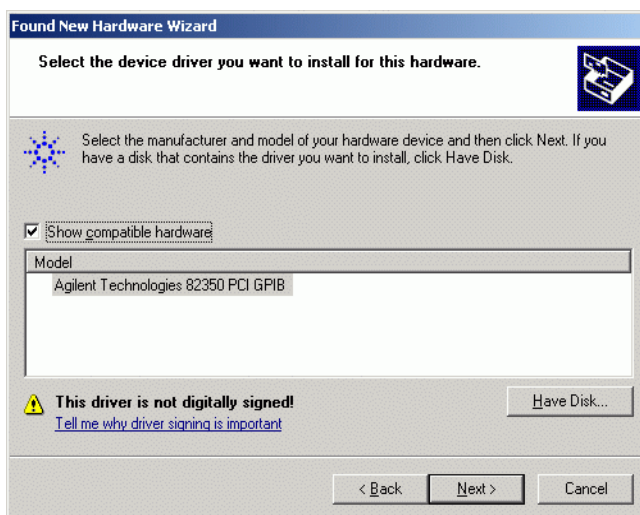

図 34 Hardware wizard : モデルの選択
- 3 Model のセクションで **Agilent Technologies 82350 PCI GPIB** を選択した後 **Next** をクリックします。図 34